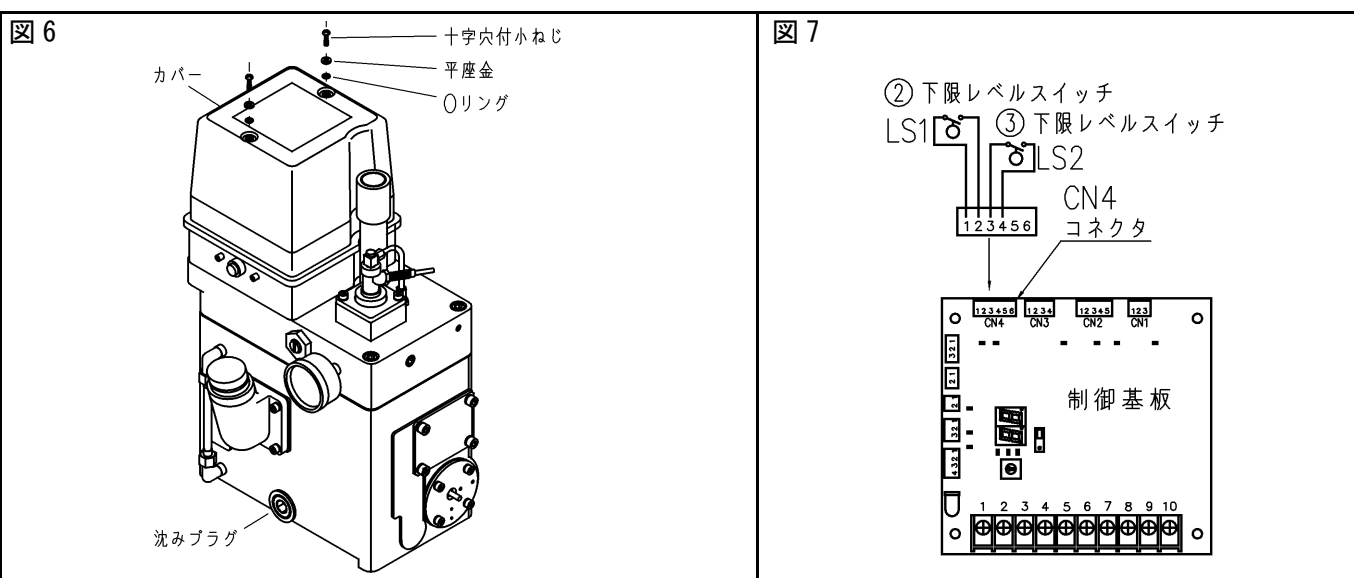

図 8
4. 正面の 2 本の六角穴付き止めねじを制御基板ブラケットが外れるまで 10 回転程ゆるめます。(図 8)
5. 制御基板ブラケットを左にずらし、上に持ち上げて取り外します。(図 8)
5. 制御基板ブラケットをスペーサに差し込み、右にずらします。(図 8)
6. 正面の 2 本の六角穴付き止めねじを 10 回転程ねじ込み、制御基板ブラケットが外れないことを確認します。(図 8)